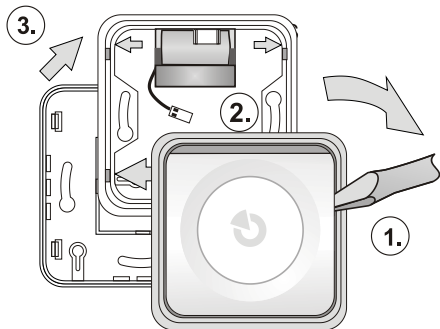

Figure 1 : Démontage de la sirène avant l'installation
- Retirer le boîtier (touches) de la sirène du cadre en plastique en appuyant sur un côté de celui-ci (1.) à l'aide d'un tournevis comme indiqué sur la figure 1.
- Fixer la base en plastique à l'emplacement sélectionné à l'aide des vis. Placer la batterie BAT-3V2-CR2 sous la partie supérieure de la base en plastique, comme indiqué sur la figure 1.
Une batterie est incluse, mais n'étant pas installée en usine dans la sirène, elle doit donc être insérée dans le périphérique. La batterie se recharge de manière standard (voir les **Caractéristiques techniques**). En cas de nécessité de remplacement, il est possible de commander une batterie de rechange BAT-3V2-CR2. Raccorder au connecteur (voir figure 1, point 2). La sirène détecte automatiquement si la batterie est connectée et effectue un diagnostic. Les valeurs mesurées sont ensuite affichées dans le logiciel F-Link. La sirène surveille son propre statut de batterie et informe un utilisateur (ou le technicien de service) lorsque la batterie est presque déchargée. Bien que le périphérique continue de fonctionner, il est cependant recommandé de remplacer la batterie sous 2 semaines. Utiliser spécifiquement le type de batterie BAT-3V2-CR2.